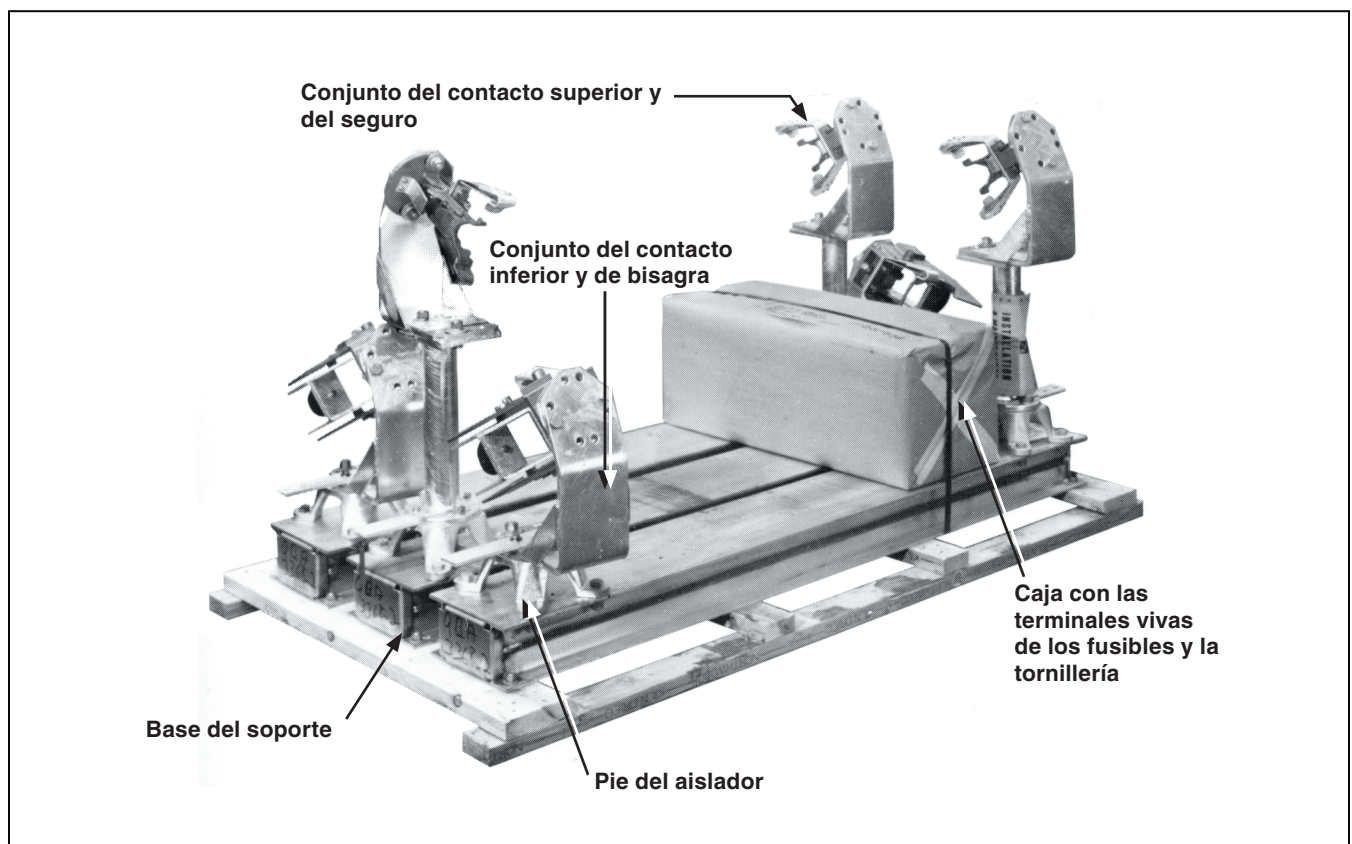

Figura 1. Tres Soportes SMD-2B estilo horizontal sobre su tarima, con la reja exterior ya retirada.
- PASO 2.** Desatornille y quite el conjunto del contacto superior y del seguro, dejando el pie del aislador atornillado a la base del soporte. Vea la Figura 1. De manera similar, desatornille y quite el conjunto del contacto inferior y de bisagra.